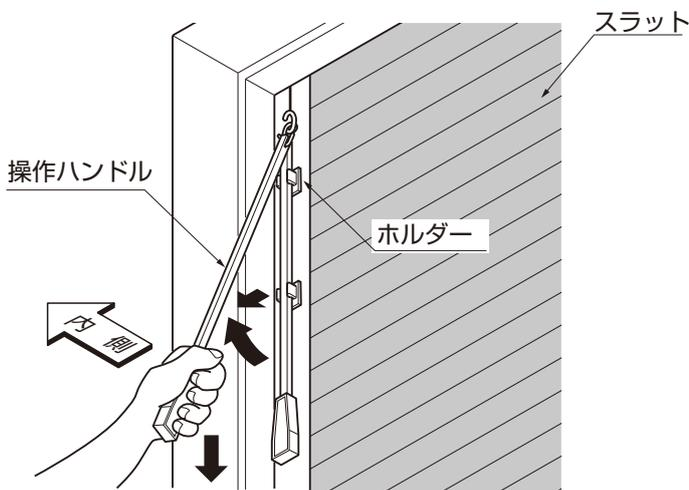

図14-1 手動開閉の切替え
- ①操作ハンドルを、ホルダーから外してください。(図14-1参照)
- ②操作ハンドルを、下方に引いてください。(図14-1参照)